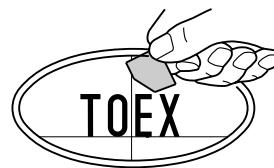

図4-3
- 裏紙をはがし、ネームシールがサインプレートからはがれないようにしっかり貼り付けてから、センターラインと水平ラインを消してください。(図4-3参照)